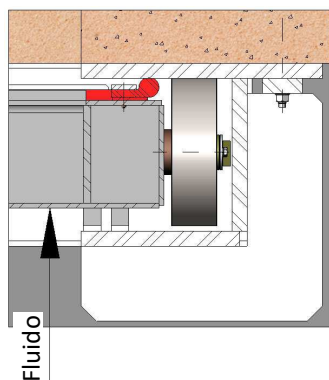
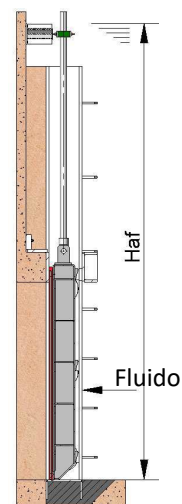

fig. 5
fig. 6
- UNIDIRECCIONAL FAVORÁVEL: (fig. 5 e fig. 6)